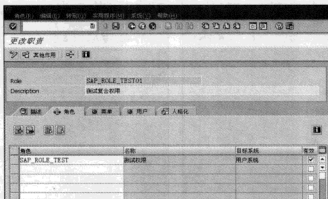

图 4-62 角色添加页面
STEP 6 选择“角色”页，在下面的“角色”栏中输入要增加的普通角色名，然后单击“”按钮即可，如图 4-62 所示。